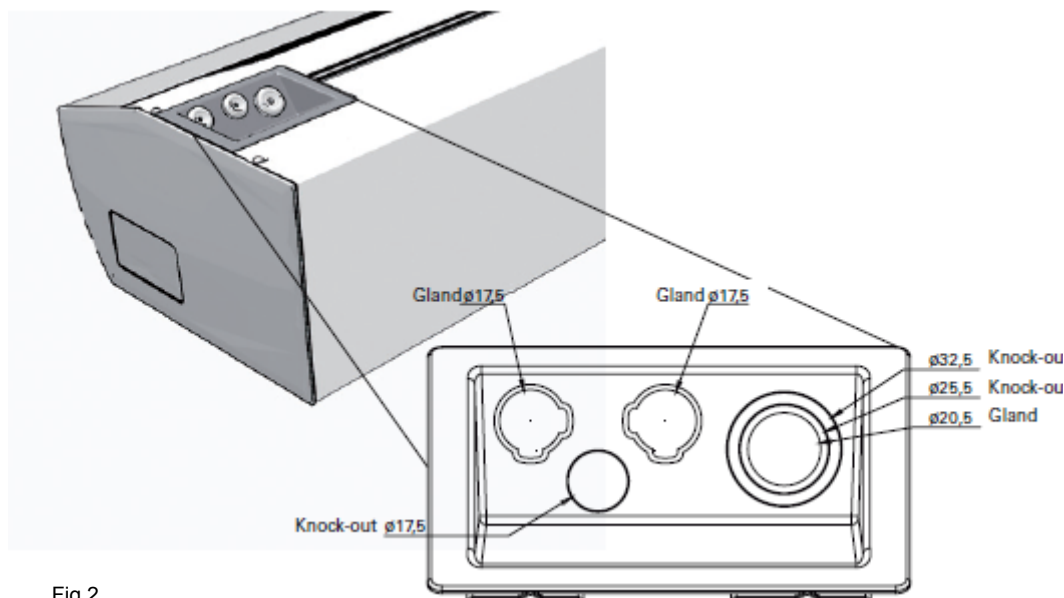

Fig.2
- Le raccordement électrique s'effectue sur la partie supérieure de l'appareil ; voir la figure 2. Les autres appareils sont prévus pour une installation permanente. La commande de régulation (230V~) et l'alimentation électrique (400V3~) sont connectées à un bornier dans les boîtes de raccordement internes. Les unités de 2 mètres ont besoin d'une double alimentation électrique. Le diamètre maximum de câble au bornier est de 16mm². Les presse-étoupe utilisés doivent être conformes aux indices de protection concernés. Le panneau électrique doit comporter la mention « les rideaux d'air peuvent être alimentés depuis plusieurs connexions ». Voir schémas de raccordement.